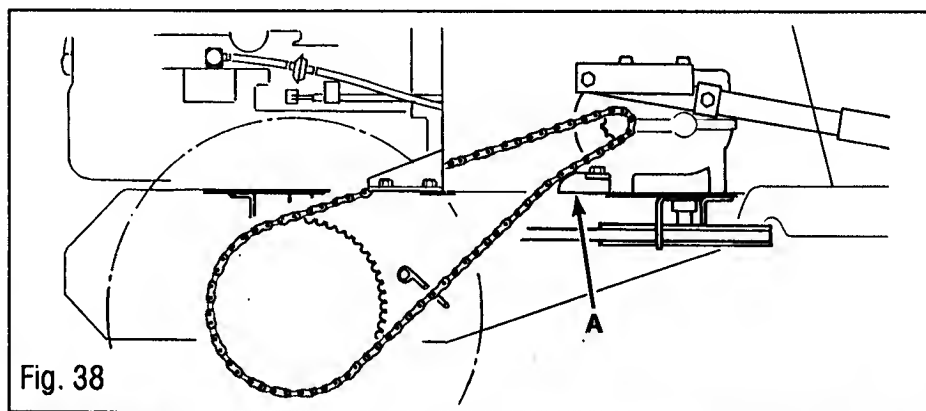

Fig. 38
2. Loosen chain tightener (A, Fig. 38).